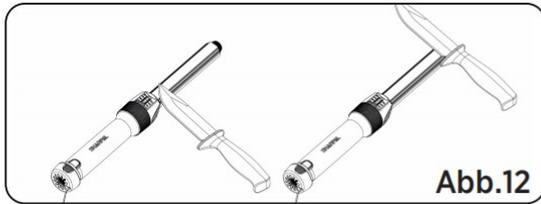

Abb.12
1. Halten Sie den Griff mit dem Lederriemen nach oben. Legen Sie die Klinge auf die Riemenoberfläche, wobei die Schneide zum Griff zeigt. Üben Sie leichten Druck aus und **DRÜCKEN** Sie die Klinge **WEG** von Ihnen entlang der Länge des Riemens - beginnend von der Ferse und endend an der Spitze (siehe Abb. 12).